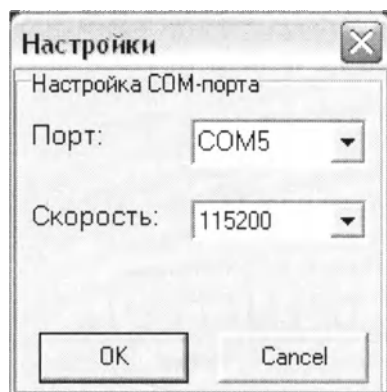

Рис. 1. Окно настроек подключения регистратора
3.4 Для записи данных используется программа Termolog. Для инсталляции прибора в программе Termolog необходимо перейти в окно настроек подключения измерителя температуры (**Настройки→Настройки подключения→Измеритель**). Далее в открывшемся окне необходимо указать COM-порт, к которому подключен прибор (рис. 1).